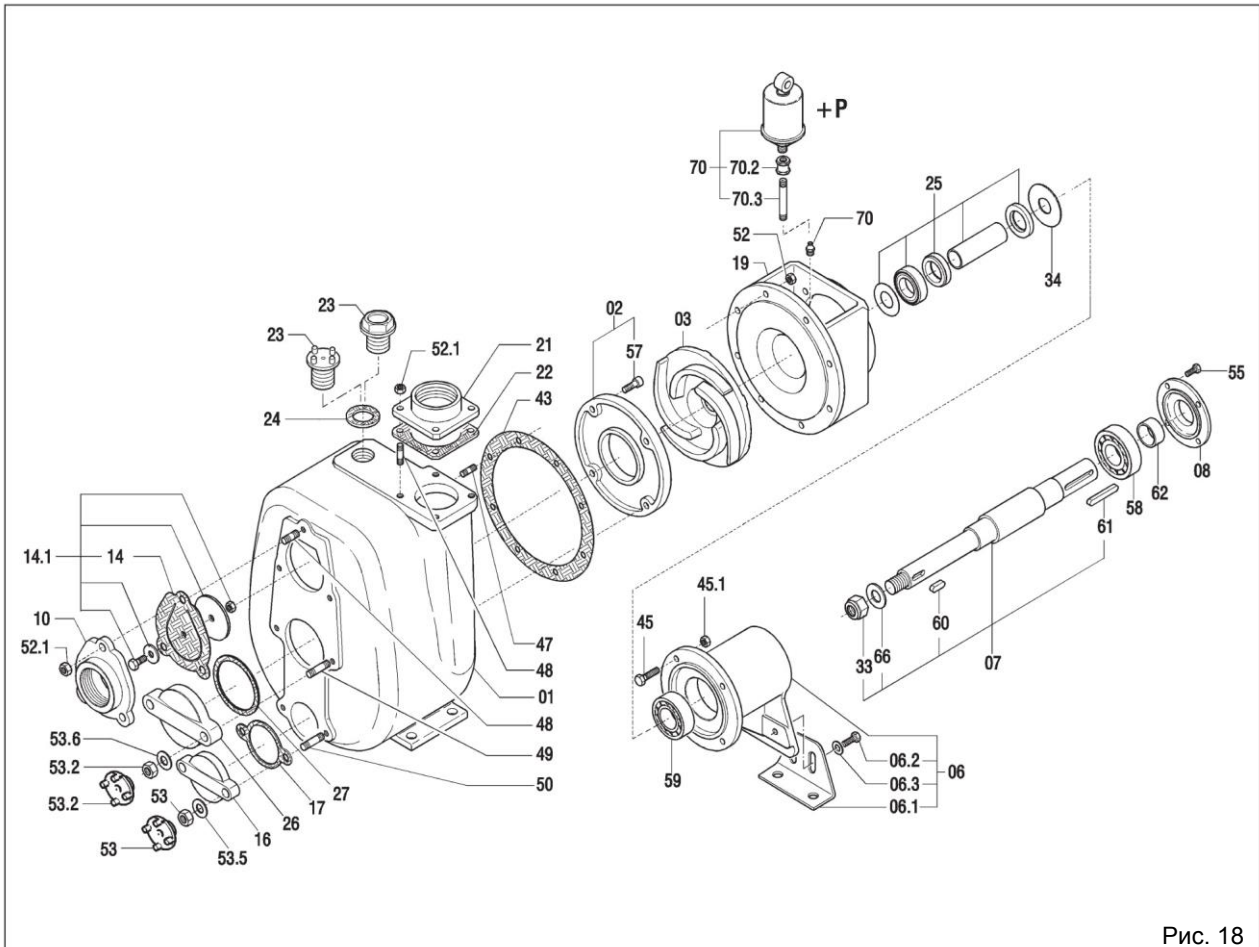

Рис. 18
12.2 Замена рабочего колеса (рис. 18)
- Выверните болты (52) и снимите корпус насоса, следя за тем, чтобы не повредить его прокладку (43).
- Зафиксируйте рабочее колесо и отверните самоконтрящуюся гайку рабочего колеса (33).
- При необходимости замените прокладку корпуса (43).
12.3 Замена компенсационной пластины (рис. 18)
- Выверните болты компенсационной пластины (57).
- Снимите компенсационную накладку и поставьте новую (02).
12.4 Замена обратного клапана (рис. 18)
- Снимите всасывающий фланец (10).
- Снимите обратный клапан (14).
- Очистите гнездо клапана всасывающего фланца (10) и соберите его.
12.5 Замена механического уплотнения типа 1-2 (рис. 18, 19, 20)
12.7 Обслуживание подшипников (рис. 18)